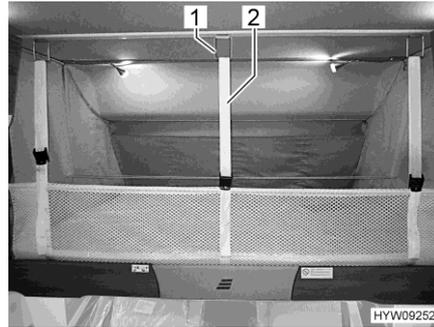

Fig. 71 Filet de sécurité (lit escamotable)
- Desserrer les sangles de sécurité (Fig. 71,2) et ranger le filet de sécurité sous le matelas.
- Suspendre les sangles de sécurité (Fig. 71,2) aux crochets (Fig. 71,1) situés au plafond.